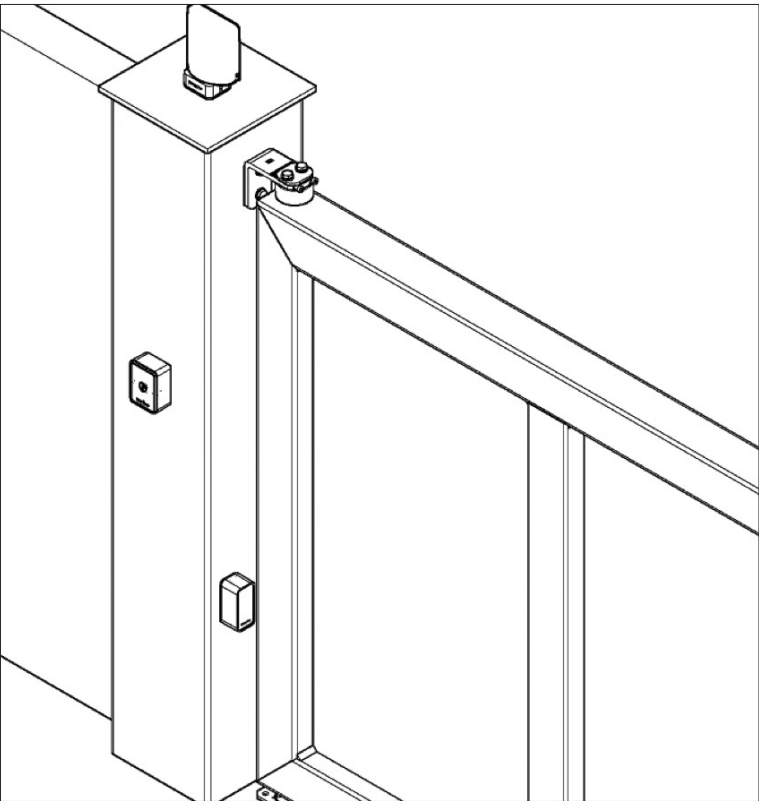

FIG. 1
- Dopo aver forato la scatola ai quattro angoli fissare le fotocellule alla parete (FIG. 1).